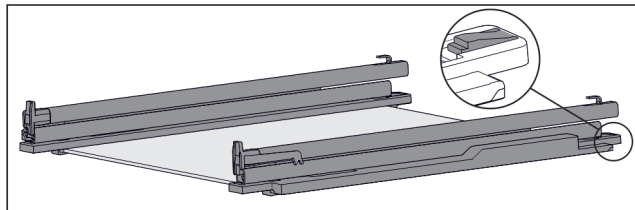

Fig. 109 Стъклена плоча с релси и задържащи части
- ▶ Натиснете надолу задържащата част отзад (виж Fig. 109) и едновременно с това избутайте релсата назад.